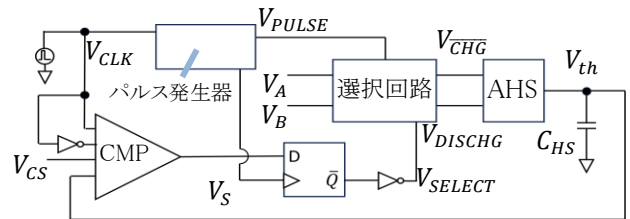

図1 学習回路の回路図
2.1 学習回路 図 1 に学習回路を示す。図1の V_A, V_B は2つのスロットマシン A, B の 2 値出力電圧であり、選択回路の出力 V_{CHG} , V_{DISCHG} は履歴積算回路(AHS)を通して電圧保持用容量 C_{HS} の電圧 V_{th} を充放電する。A を選択し $V_A = High$ の場合と B を選択し $V_B = Low$ の場合は選択回路で V_{PULSE} がHighの時間だけ、 C_{HS} から電荷を一定量放電させて V_{th} を下げる。その他の場合は充電して V_{th} を上げる。その後 V_{th} と揺らぎ信号 V_{CS} を比較し、 V_S のタイミングで 2 値信号 V_{Select} が出力される。 V_{Select} がHighであった場合は A を、Lowなら B を選択する。 V_S と V_{PULSE} は、システム全体のクロック信号 V_{CLK} をパルス発生器で 4 分周して生成させる。